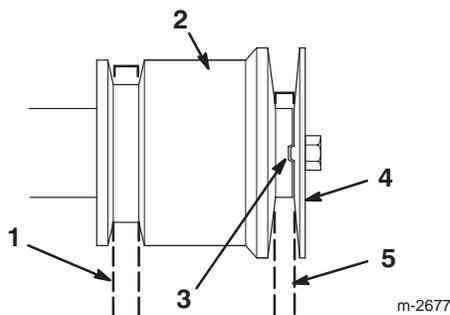

Bild 33
Hinweis: Stellen Sie sicher, dass der Fahrtriebsriemen nirgendwo eingeklemmt ist (Bild 33).
15. Bringen Sie die Motorantriebsscheibe an. Achten Sie dabei darauf, dass die Indexrippe in der Motorantriebsscheibe auf die Indexkerbe in der Motorriemenscheibe abgestimmt ist (Bild 33).
16. Bringen Sie die Scheibe, Sicherungsscheibe und die Kurbelwellenschraube an, mit denen die Motorriemenscheibe befestigt ist (Bild 33).
- Hinweis:** Stellen Sie sicher, dass der Fahrtriebsriemen von Schnecke/Gebläserad nirgendwo eingeklemmt ist (Bild 33).
- Hinweis:** Achten Sie darauf, dass die Indexrippe in der Motorriemenscheibe auf die Indexkerbe der mittleren Motorriemenscheibe ausgerichtet ist. Der Antriebsriemen darf nirgends eingeklemmt sein (Bild 33).